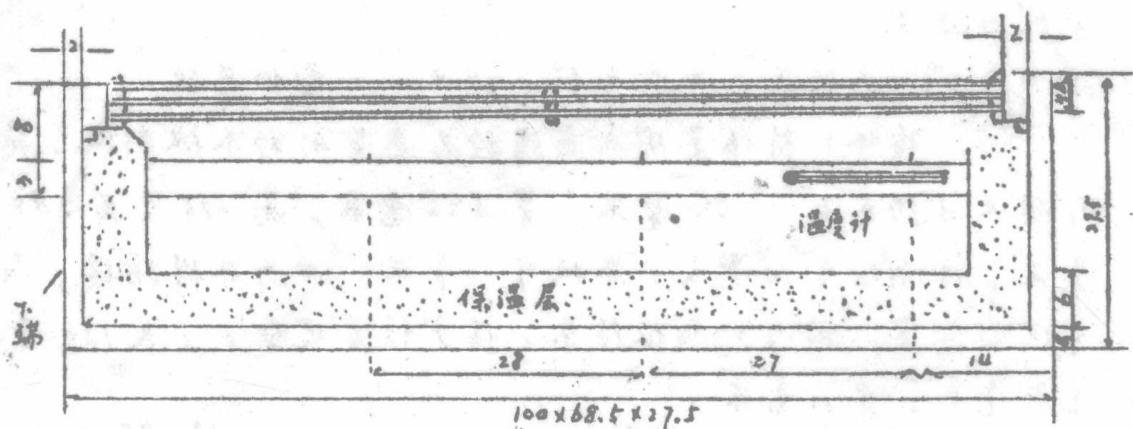

图2. 20-箱式(木)截面示意图
② 箱盖：外固尺寸为958×643×46毫米的板条果做，盖框做好后在内侧下部及正中钉托玻璃木条，两侧木条10毫米见方，中间托条15×12毫米。钉中间托条时可在箱盖下面正中开一个凹槽，把托条钉平于凹槽内，注意钉平、钉严。钉好后在上面粘绒布条，布条不要突出木条，再用10毫米见方的木条做两个日字形框，外固尺寸为918×603毫米，供托上边两层玻璃用，日字框一定要平，放入盖内安严。箱和盖做好后可油漆一下。（见图2）